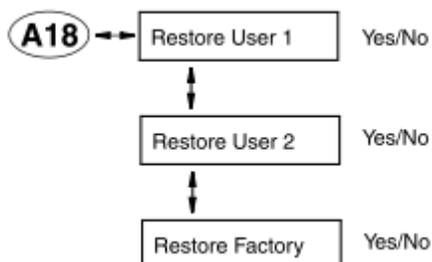

図 34
- ・「7. 設定の確認及び変更」を参照頂き、記録保存設定を下記の図 34 フローを参照して設定下さい。